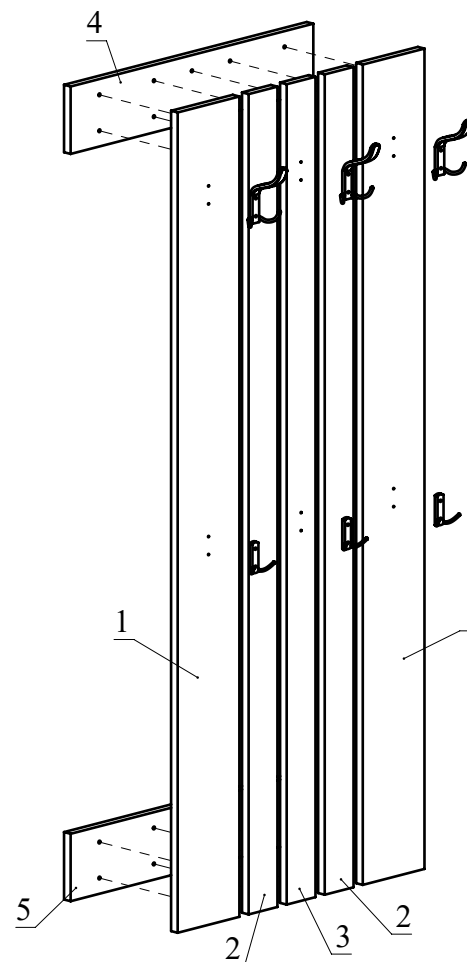

Рис.2
3. Закрепите крючки при помощи шурупов 4,2x25 (Рис. 2).